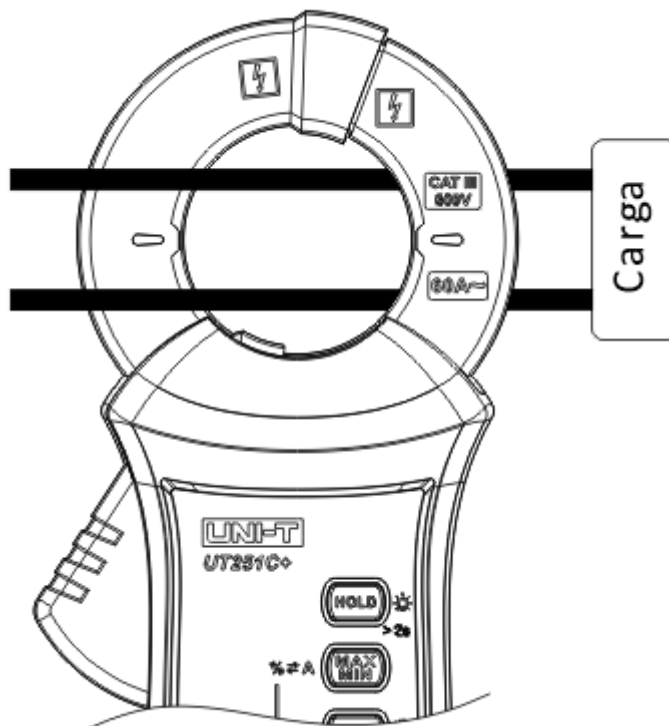
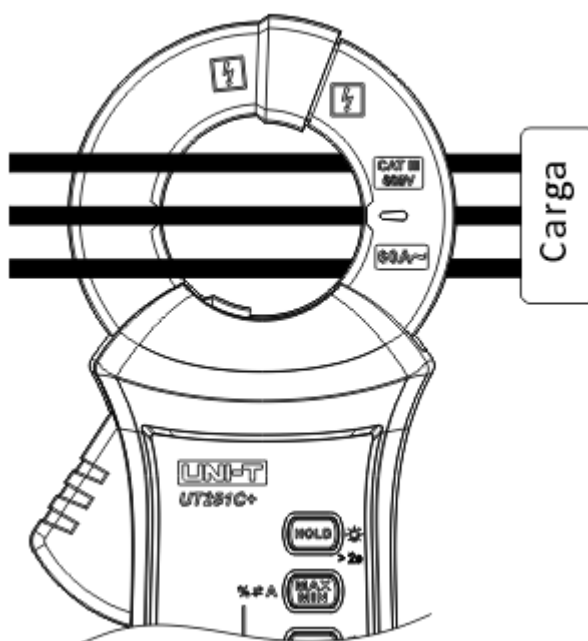
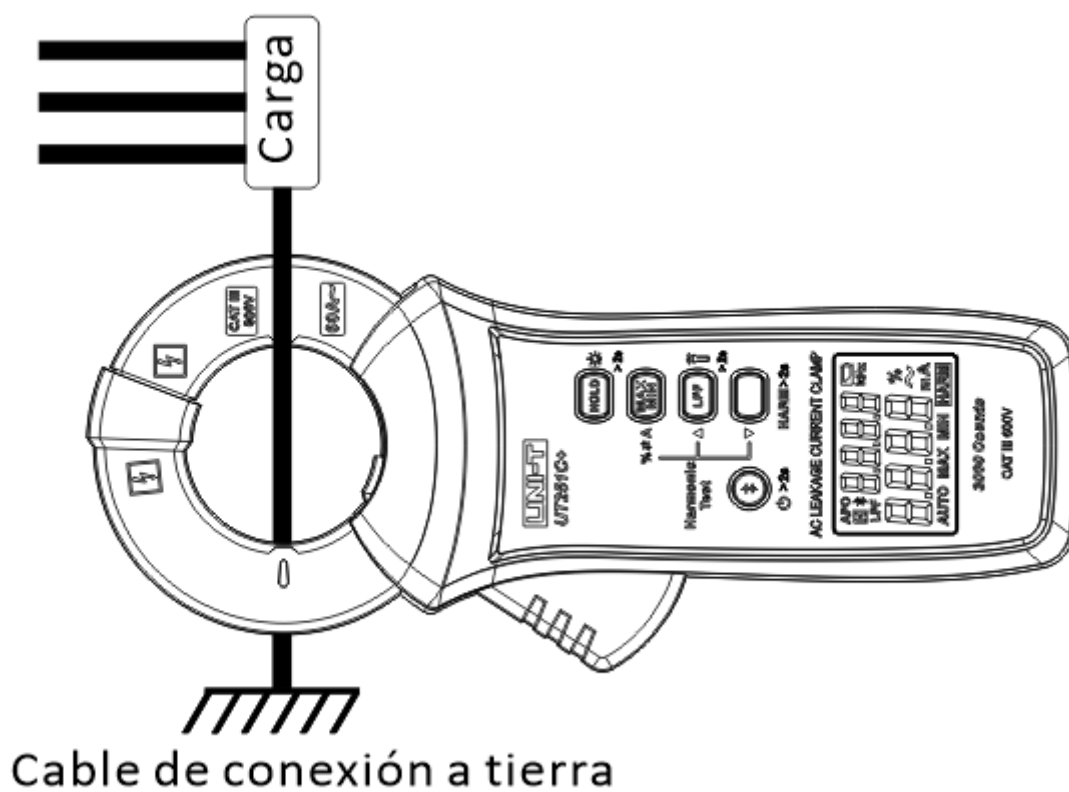

Figura 2-1 Medición de la corriente de fuga de AC para cables de bucle monofásicos de dos cables
Figura 2-2 Medición de la corriente de fuga de AC para cables de bucle monofásicos de tres cables o trifásicos de tres cables
Figura 2-3 Medición de la corriente de fuga de AC para un solo cable de conexión a tierra
- 4) Mida la corriente de fuga de AC para cables de bucle monofásicos de dos hilos, cables de bucle monofásicos de tres hilos o trifásicos de tres hilos y cables de conexión a tierra simples. Como se muestra en la Figura 2-1, Figura 2-2 y Figura 2-3.